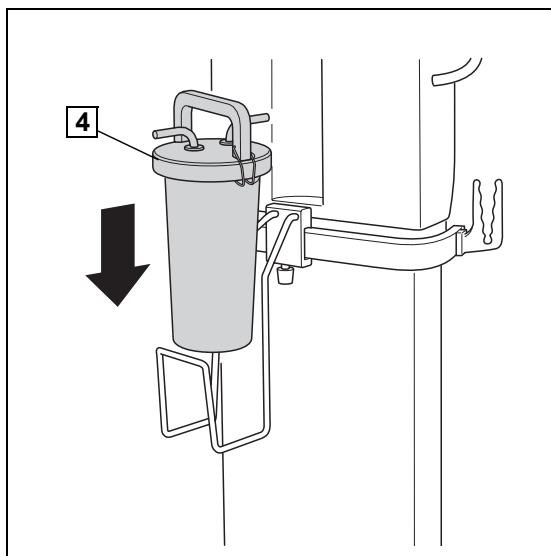

Fig. 28: Saugsatz einsetzen
- ☒ Saugsatz einsetzen an Sekretbehälterhalter (► Seite 31, Fig. 28).